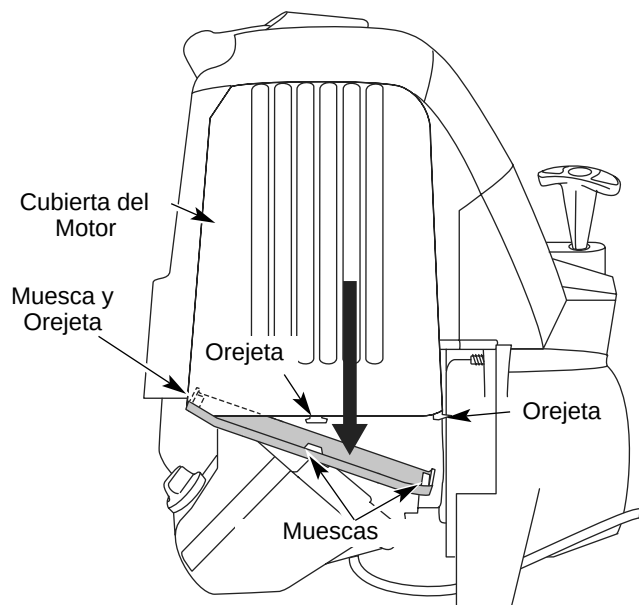

Fig. 34
13. Vuelva a colocar la cubierta del silenciador. Deslice las muescas a los lados de la cubierta del silenciador sobre las orejetas de la cubierta del motor y enganche en su lugar (Fig. 34).